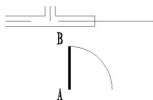

图 3.60 绘制门的轨迹线
③ 在指定圆弧的端点或【角度(A)/弦长(L)】:_a 指定包含角:提示下,输入“-90”,指定圆弧的角度为-90°,结果如图 3.60 所示。